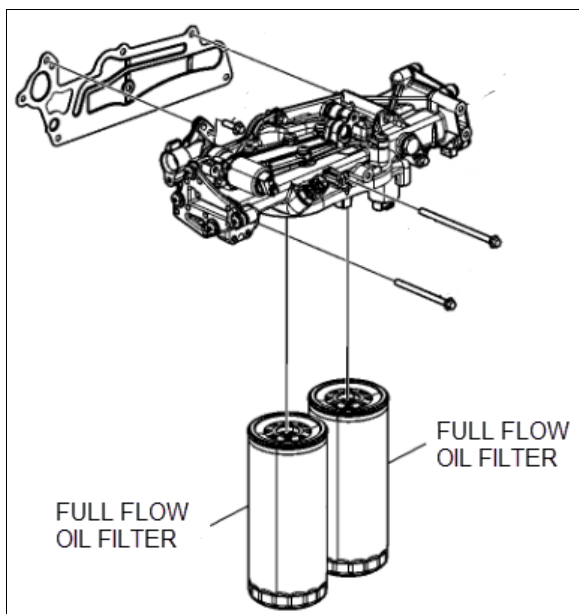

FIGURE 9 : FILTRES À HUILE MOTEUR D13N OBD20
- Remplir les nouveaux filtres à huile avec de l'huile à moteur homologuée. Selon la Figure 9, lubrifier aussi les joints de filtre avec de l'huile à moteur (1) fraîche. Serrer à la main les filtres à huile jusqu'à ce que les joints fassent contact avec le boîtier de filtre(2). Continuer à serrer à la main de 3/4 à 1 tour supplémentaire (3).